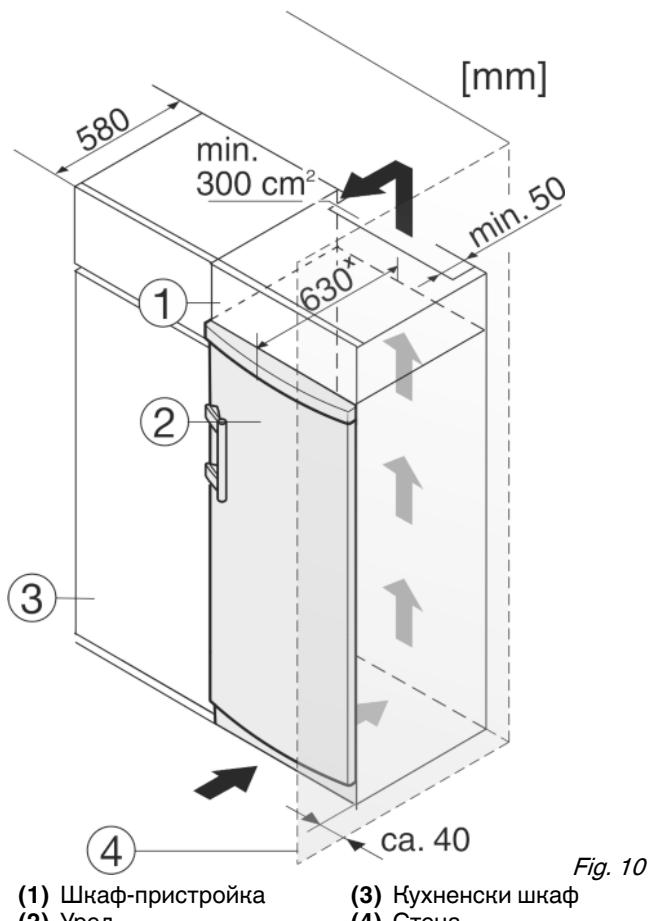

Fig. 10
(1) Шкаф-пристройка
(2) Уред
(3) Кухненски шкаф
(4) Стена
Уредът може да е обграден с кухненски шкафове. За да изравните височината на уреда *Fig. 10 (2)* с височината на вградената кухня, над уреда може да се постави шкаф-пристройка *Fig. 10 (1)*.
При вграждане с кухненски шкафове (дълбочина макс. 580 mm), уредът може да се постави директно до кухненския шкаф *Fig. 10 (3)*. Отстрани уредът е издаден на 34 mm *, а в средата на уреда - на 50 mm * спрямо предната страна на кухненския шкаф.
Когато уредът се постави с шарнири близо до стена *Fig. 10 (4)*, разстоянието между уреда и стената трябва да бъде поне 40 mm. Това е разстоянието, на което дръжките излизат напред при отворена врата.